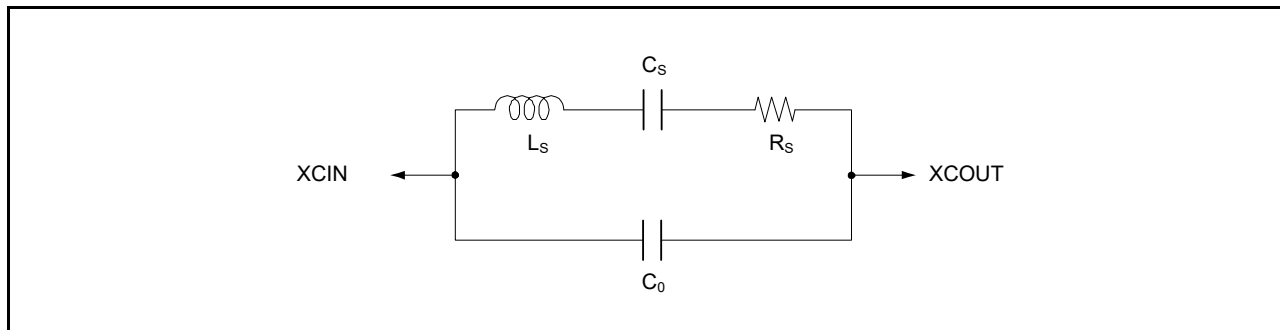

図 9.8 32.768kHz 水晶振動子の等価回路
32.768kHz 水晶振動子の等価回路を 図 9.8 に示します。